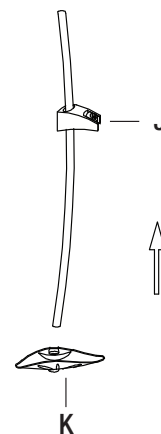

Fig. 8
6. Insérer la barre à glissière (J) à travers le trou du porte-savon (K), voir Fig. 8.